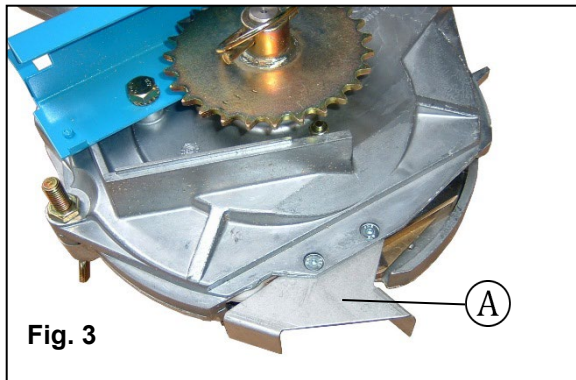

Fig. 3
- Retirer la tôle de protection [A] (Fig. 3).
- Retirar la placa de protección [A] (Fig. 3)
- Remove the protective metal plate A (Fig. 3).
Entfernen Sie das Schutzblech A (Abb. 3)